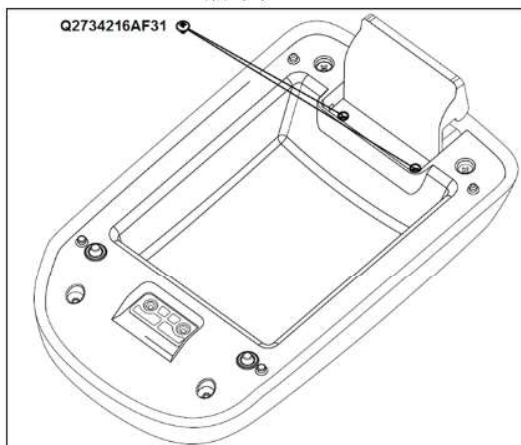

图 1.6.20 副仪表板扶手组件的分拆 1
- (2) 用十字螺丝刀将固定扶手翻转铰链和扶手内板的两个螺钉(Q2734216AF31十字大半圆头自攻螺钉)依次松开，取下翻转铰链；然后用十字螺丝刀把固定扶手内、外板的四个螺钉(Q2783595AF31十字槽沉头自攻螺钉)，最后将扶手内、外板拆开。如图1.6.20、1.6.21所示；